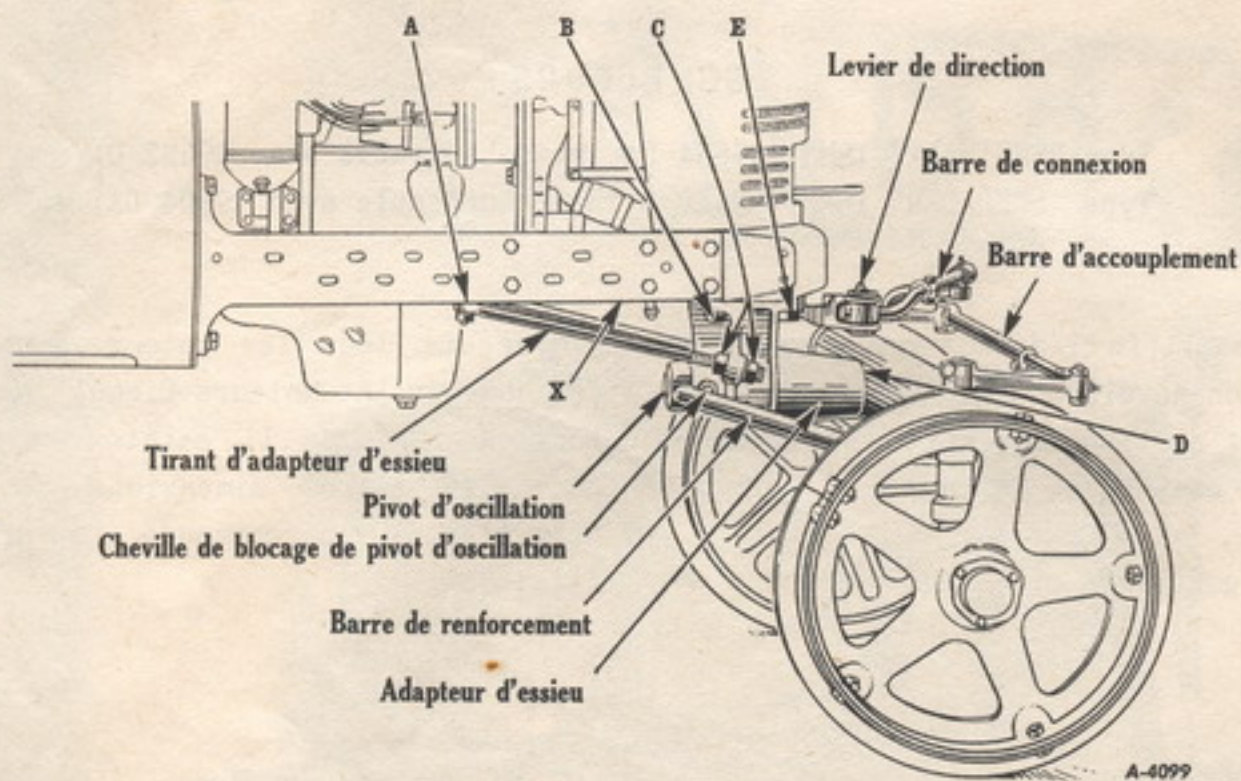
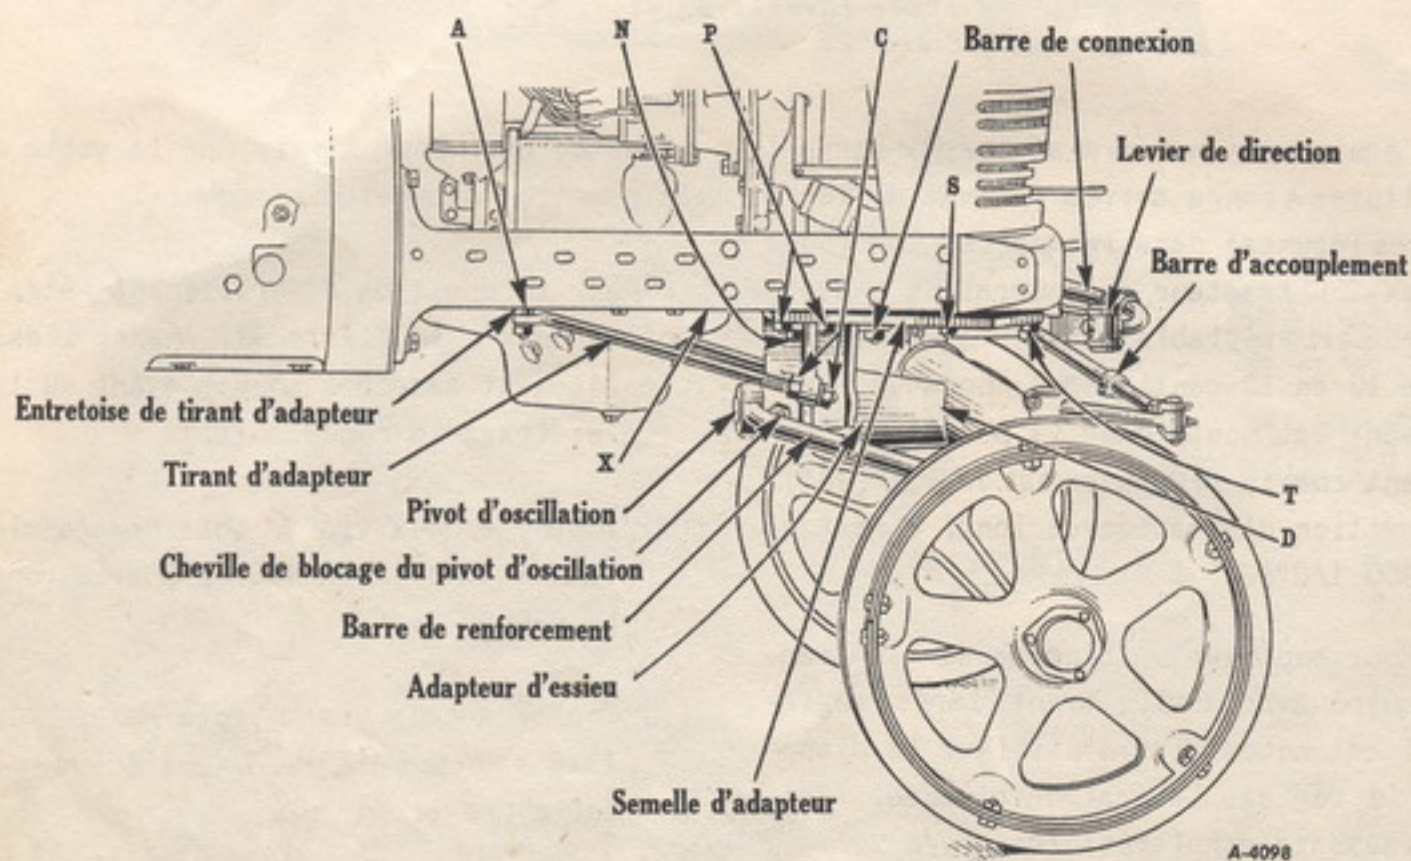

Figure 50
Figure 52
Soulevez l'avant du tracteur de préférence au moyen d'un palan et d'une élingue. Si l'on ne dispose pas d'un palan on peut se servir de crics en les plaçant sous les deux longerons avant au point X (voir figure 50 pour la position d'empattement long et figure 52 pour la position d'empattement court). Cet emplacement doit être respecté pour monter l'essieu sans être gêné.
Pour la position d'empattement long, reportez-vous à la figure 50. Amenez l'essieu complètement assemblé sous l'avant du tracteur et fixez-le comme suit:
Pour la position d'empattement court. Reportez-vous aux figures 52 et 54. Amenez l'essieu complètement assemblé sous l'avant du tracteur (F) et fixez-le comme suit:
- (A) Employez deux vis à tête hexagonale de 19mm x 51mm (3/4 N.C. x 2") avec rondelle Grower en "T".
- (B) Employez deux vis à tête hexagonale de 19mm x 57mm (3/4 N.C. x 2 1/4") avec rondelle Grower en "S".
- (C) Employez quatre boulons de 12mm7 x 51 (1/2 N.C. x 2") en "P". Introduisez chaque boulon dans la rondelle en biseau, le longeron du bâti et la semelle de l'adaptateur dans l'ordre indiqué et bloquez de l'extérieur par l'écrou sur rondelle Grower.